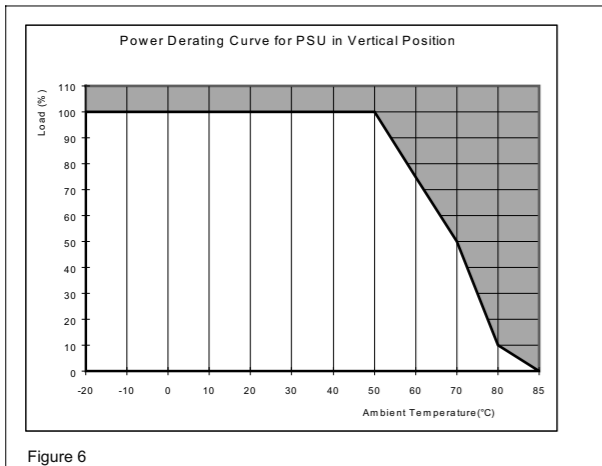

Figure 6
5.4. Temperaturverhalten (Abb. 6)